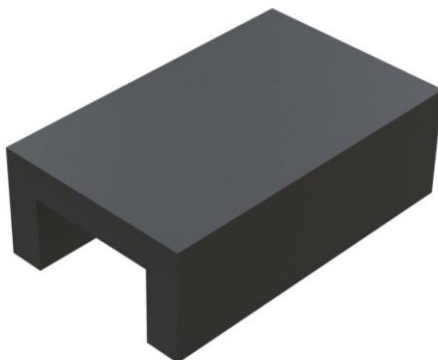

Рисунок 14. Подушка для ног пациента.
6. Подушка для ног пациента (опция). (Рисунок 14). Для позиционирования пациента на боку, защиты нижних конечностей пациента. Толщина подушки 70 мм, размеры (ДхШхВ) 650х400х220.